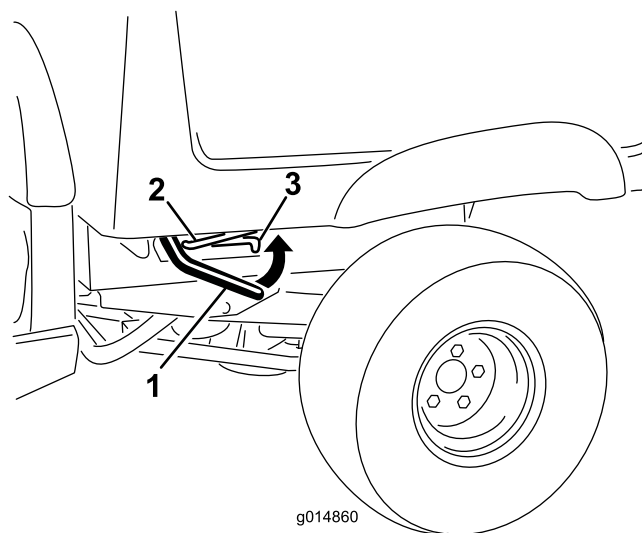

Рисунок 1
1. Поднимите рычаги защелок, которые находятся с обеих сторон машины рядом с передними углами грузового кузова, а затем поднимите кузов (Рисунок 1).
2. Закрепите грузовой кузов, вставив опорную стойку в задний фиксатор в конце паза, находящегося в левой раме машины (Рисунок 1).
9. Поднимите один из рычагов защелок, которые находятся с обеих сторон машины рядом с передними углами грузового кузова (Рисунок 1).